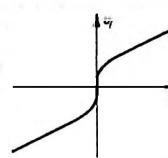

Bild 6. Eingangskennlinie der Schaltung nach Bild 4
Wie aus Gleichung (3) hervorgeht, ist  $R_t$  wegen der Frequenzabhängigkeit der Stromverstärkung  $\gamma$  ebenfalls frequenzabhängig. Andererseits zeigt die zusammengesetzte Eingangslinie der Anordnung (Bild 6), daß ihr Eingangswiderstand
unabhängige Verstärkung der Endstufe zu erreichen, muß die Eingangsspannung frequenzunabhängig und deshalb der Generatorwiderstand so klein wie möglich sein. Diese Überlegung wird an sich schon durch Gleichung (1) nahegelegt. Wie an Hand von Bild 6 jedoch leicht einzusehen ist, führt eine reine Spannungssteuerung zu einem nichtlinearen Eingangsstrom und damit zu den für B-Verstärker charakteristischen Übergangsverzerrungen, die vor allem bei kleinen Signalamplituden besonders stark in Erscheinung treten. Das übliche Verfahren, diese Verzerrungen kleinzuhalten, besteht darin, die Arbeitspunkte der Endstufentransistoren durch Einführung eines kleinen Ruhestromes in einen bereits gut linearen Bereich der Kennlinien zu verlegen (AB-Betrieb). Dabei gehen aber viele Vorteile des reinen B-Betriebes verloren, in diesem Fall auch die große Einfachheit der Schaltung.